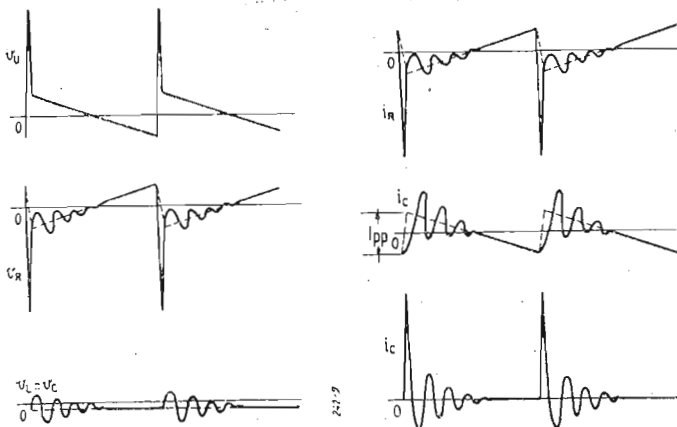

Fig. 20. - Forme d'onda delle tensioni e correnti nel circuito di fig. 16.
$$i_c = I_{pp} e^{-\tau/2 RC} \cos \frac{\tau}{\sqrt{LC}} \quad (46) \text{ (v. fig. 20 f)}$$
$$v_r = v_L - v_u = I_{pp} \left( - \frac{R}{2} + \frac{R\tau}{T_a} + \sqrt{\frac{L}{C}} e^{-\tau/2 RC} \text{sen} \frac{\tau}{\sqrt{LC}} \right) \quad (47) \text{ (v. fig. 20 b)}$$